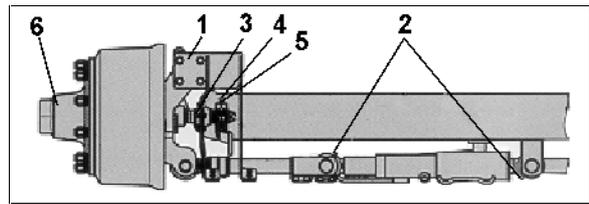

Fig. 184
- Fig. 184: Essieu directeur suiveur